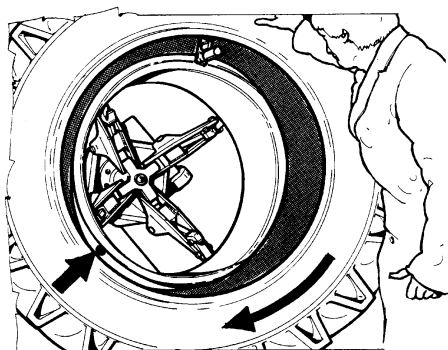

Рис. 51
3. Поместите монтажный палец как показано на Рис.51. Край пальца должен быть на расстоянии 2-3 см (1") радиально от края диска и на расстоянии 2-3 см (1") наружу.
**ПРОКОНТРОЛИРУЙТЕ ЧТО ФИКСИРУЮЩИЙ ПАЛЕЦ ИНСТРУМЕНТА МОНТАЖА НЕ УСТАНОВЛЕН (1, Рис. 51а).**
Рис.51а